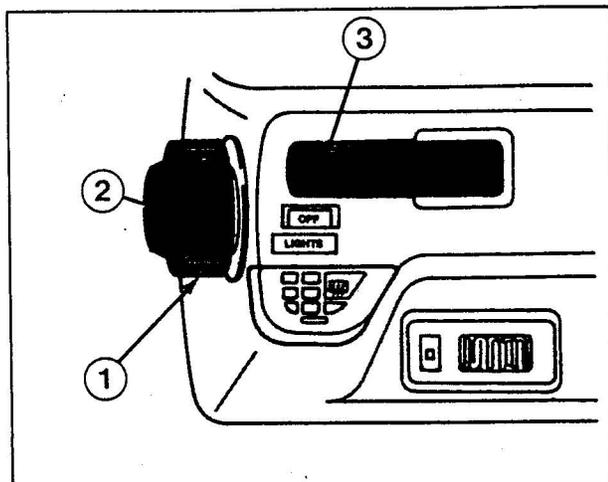

Bild 32/1 Scheinwerferschalter
- Für den Fall, daß sich die Scheinwerfer nicht motorisch ausfahren lassen, können sie von Hand herausgedreht werden. Dazu die Drehknopfabdeckung am Scheinwerfermotor abnehmen und Scheinwerfer herausdrehen (siehe Bild 32/2).